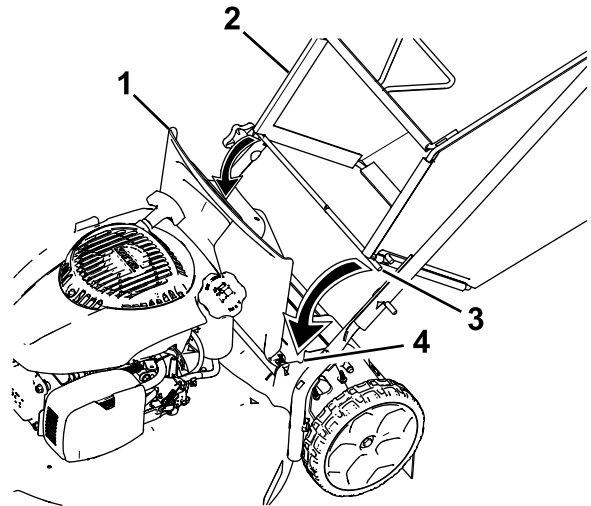

Figura 18
1. Levante el deflector trasero (Figura 18).
2. Introduzca los extremos de la varilla de la bolsa de recogida en las muescas de los soportes del manillar (Figura 18).